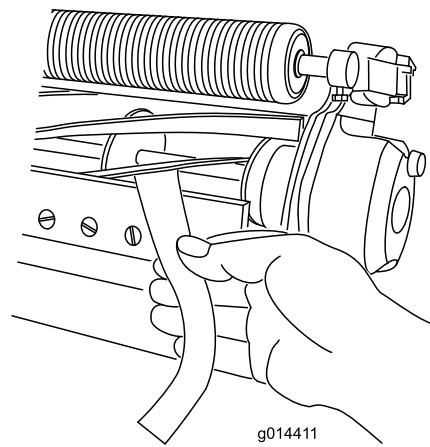

図 10
B. 刃合わせチェックペーパー Toro P/N 125-5610を、リールとベッドナイフとの間に、**図 10** に示すように、リールを前転させ、紙が切れれば適切。切れなければステップ **A** と **B** を繰り返す。
15. 刃合わせチェックペーパー Toro P/N 125-5610 を、リールとベッドナイフとの間に入れてベッドナイフに対して直角にセットし図 10、リールをゆっくりと前転させる紙が切れれば適切。左右のベッドバー調整ねじをそれぞれ1クリックだけ締め、もういちど紙を切るテストを行う。紙が切れるまでこれを繰り返す。